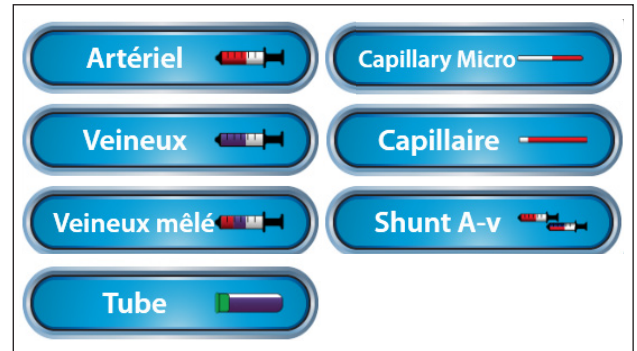

Figure 3.2 Liste contextuelle de Type d'échantillon
5. Sélectionnez le type de conteneur approprié dans la liste contextuelle (Figure 3.2).
4. Sélectionnez le type d'échantillon de seringue voulu (voir la figure 3.2).